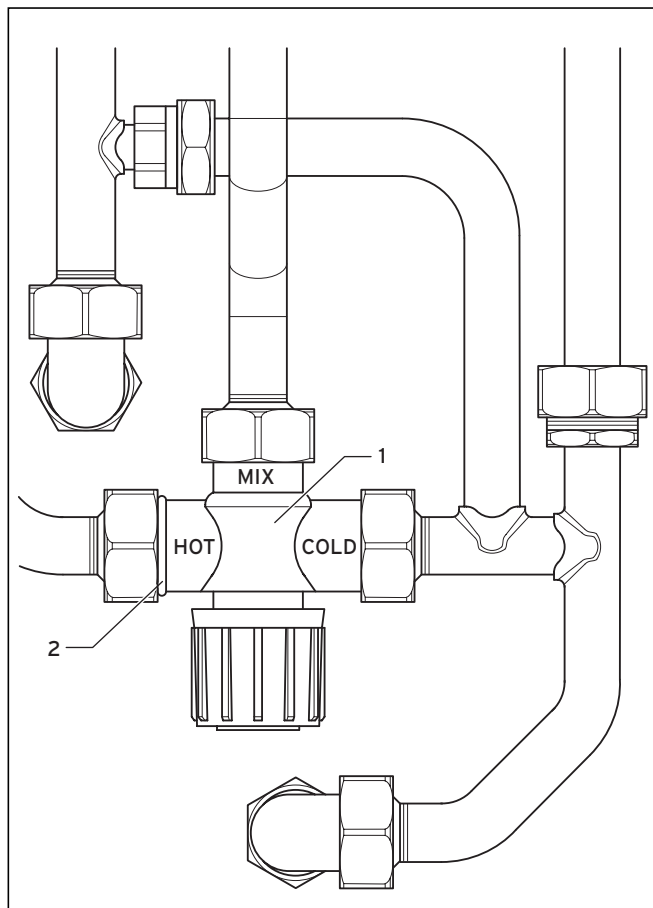

Abb. 9.9 Einbaulage des Warmwasser-Therostatmischers
- Lösen Sie die Verschraubungen und entnehmen Sie den Warmwasser-Thermostatmischer (1).
- Montieren Sie den neuen Warmwasser-Thermostatmischer wie in Abbildung 9.9 gezeigt. Beachten Sie die Einbaulage des Thermostatmischers: Der Warmwasseranschluss des Mischers (HOT) ist mit einem rotem O-Ring (2) gekennzeichnet und muss auf der linken Seite angeschlossen werden.